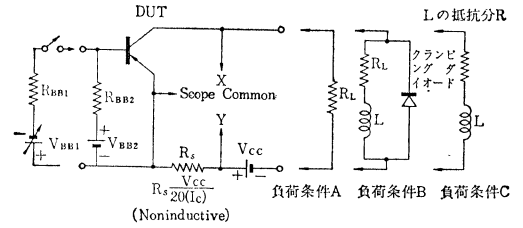

図8 逆方向バイアス ASO 測定回路
(3) 図8. の測定回路は規定の負荷条件のもとで、トランジスタを飽和領域から遮断状態にスイッチングしたとき、動作軌跡が ASO にあるかどうかを見るものです。これは
この場合、最悪の負荷条件はL負荷であるため一般に図8の測定回路の負荷条件CでASOを求めます。図12(a)は規定